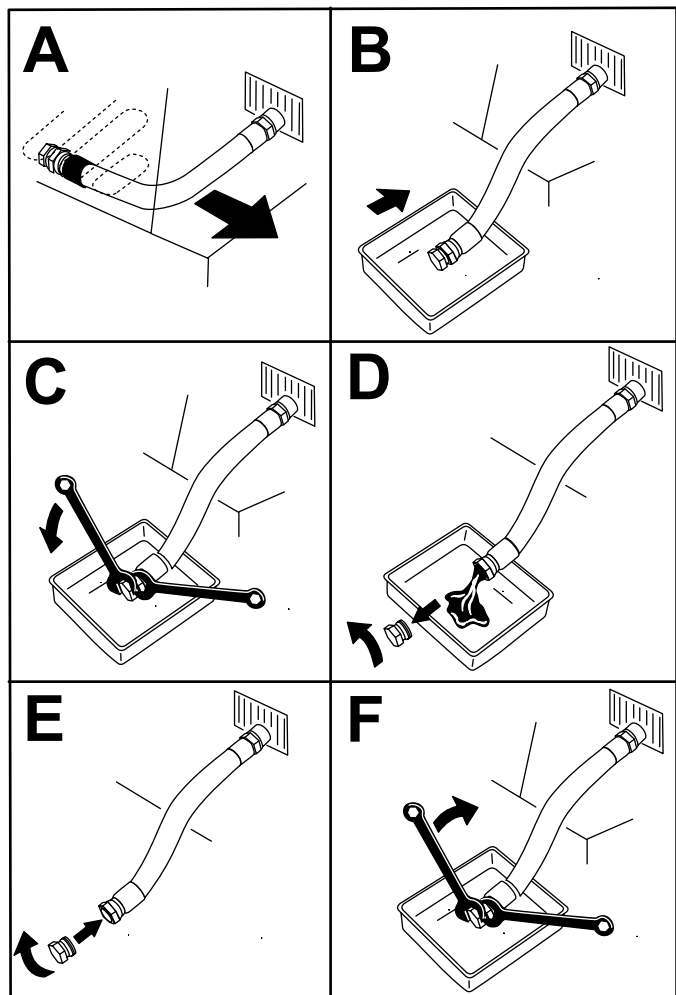

Figura 45
4. Drene el aceite del motor (Figura 45).